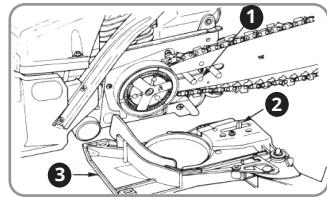

Fig. 2
5. Coloque la cadena de corte alrededor del piñón de la cadena y sobre la espada guía; los bordes afilados de los dientes deben estar orientados hacia la derecha (Fig. 18). Ajuste la posición de la tuerca del tensor de la cadena de la tapa de la cadena en el orificio inferior de la espada guía (Fig. 2).